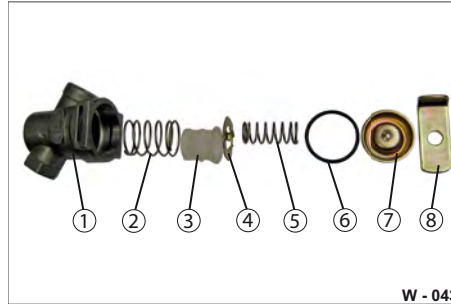

Abb. 50 Leitungsfilter zerlegt
- Drücken Sie mit einem Schraubendreher den Deckel (Abb. 50/8) nach unten und ziehen Sie den Winkel (Abb. 50/9) heraus.
- Entnehmen Sie die beiden Federn (Abb. 50/3 & Abb. 50/6), die Dichtung (Abb. 50/7), das Zwischenblech (Abb. 50/5) und den Filter (Abb. 50/4) heraus.
- Reinigen Sie das Filtergehäuse (Abb. 50/2) mit einem sauberen, trockenen Lappen.
- Reinigen Sie den Filter (Abb. 50/4). Erneuern Sie den Filter bei starker Verschmutzung bzw. Beschädigung.
- Prüfen Sie die Dichtung (Abb. 50/7) auf Beschädigungen, Vorhandensein. Ersetzen Sie beschädigte Dichtungen.
- ▶ Stellen Sie die kleine Feder (Abb. 50/6) auf die Laschen des Zwischenblechs.
- ▶ Setzen Sie den Deckel (Abb. 50/8) darauf.